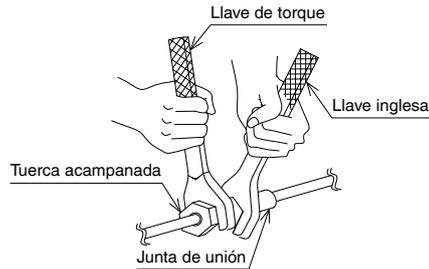

Fig. 14
- Al conectar las tuberías para el equipo de aire acondicionado, asegúrese de usar una llave inglesa y una llave de torque, como se muestra en la Fig. 14.